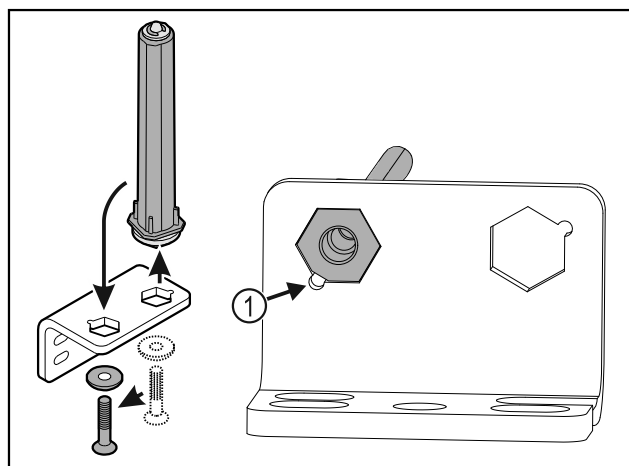

Fig. 36
- ▶ Pöörake tähelepanu sellele, et sissepanemisel on poldi kaldpind Fig. 36 (1) ümara ava poole.